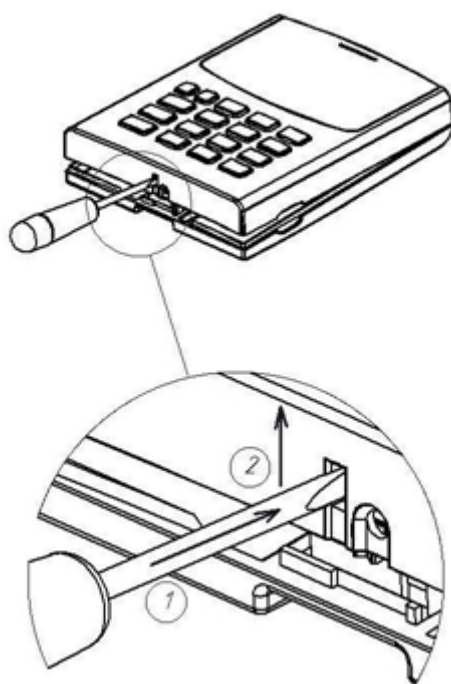

Рисунок 4.2. Снятие крышки устройства
- 1 Отвернуть фиксирующий винт на нижней стенке панели, вставить плоскую отвёртку (1) в паз рядом с винтом.
- 2 Придерживая нижнюю панель, нажать на замок отвёрткой и снять (2) верхнюю панель (рисунок 4.2).